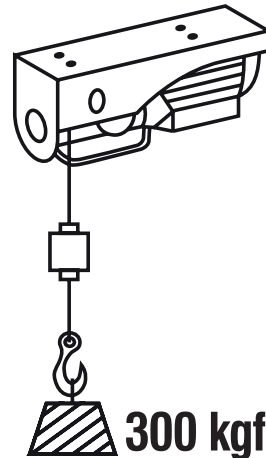

Fig. 15 – Guincho com a configuração simples
- c. Com a configuração simples, sem o gancho com a polia de inversão, a capacidade de carga máxima é de 300 kgf (Fig. 15), com elevação máxima de 12 metros de altura.